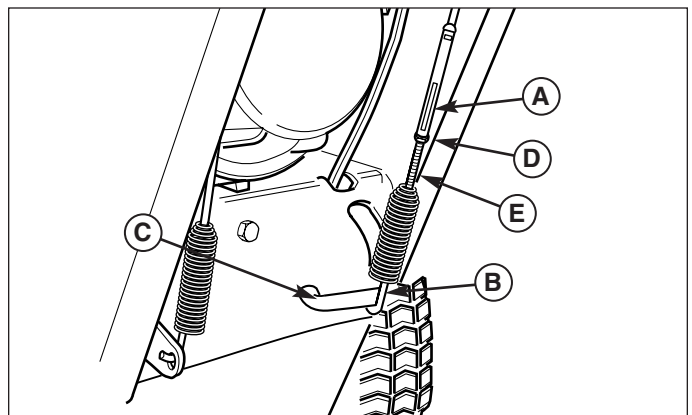

Figure 16. Tension de la commande de fraise
1. Lorsque le levier de commande est relâché, le crochet (B, Figure 16) doit à peine toucher le levier (C) sans le soulever. Il peut y avoir un jeu de 0,8 mm maximum.
2. Pour régler, desserrer l'écrou (D, Figure 16) en tenant les méplats de réglage (A) et en tournant l'écrou (D). Tourner les méplats et tenir la vis. La vis de réglage est une vis Phillips dont la tête peut être immobilisée ou tournée en introduisant un tournevis à travers le ressort.
3. Tenir les méplats de réglage (A) et serrer l'écrou (D).